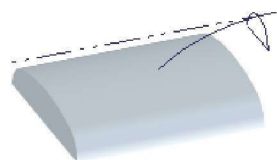
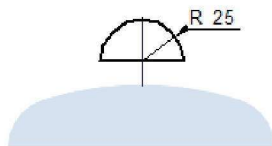

图 2.8 草图 2 (建模环境)
图 2.9 草图 2 (草绘环境)
Step5. 创建图 2.8 所示的草图 2。在 **草图** 区域中单击  按钮, 选取平面 4 为草图平面, 进入草绘环境, 绘制图 2.9 所示的草图 2, 单击  按钮, 退出草绘环境。